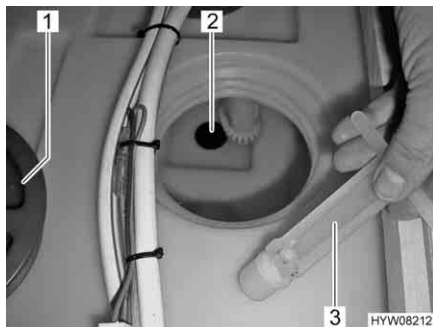

Fig. 91 Serbatoio dell'acqua, tappo di chiusura
- Svitare il coperchio (Fig. 91,1) del serbatoio dell'acqua.
- Inserire il tappo di chiusura (Fig. 91,3) nell'apertura di scarico (Fig. 91,2).